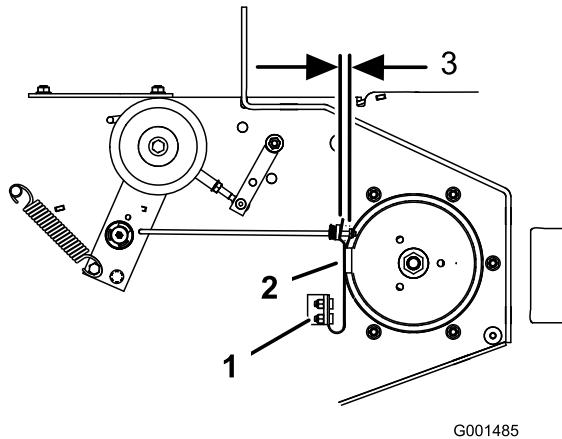

Bild 58
3. Stellen Sie die Federbefestigungsschrauben ggf. so ein, dass die Messerbremsbacken beide Seiten der Scheibenrille berühren (Bild 58).
4. Stellen Sie die Mutter am Ende der Messerbremsstange ein, bis ein Abstand von 3 mm bis 5 mm zwischen der Mutter und dem Distanzstück besteht (Bild 58).